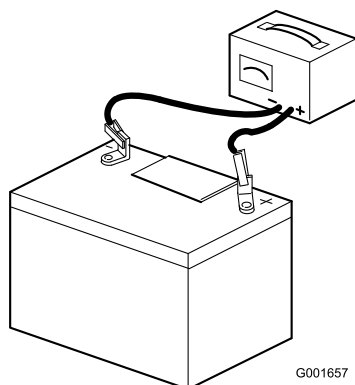

Figure 39
2. Raccordez un chargeur de 3 à 4 A aux bornes de la batterie (Figure 39). Chargez la batterie au régime de 3 à 4 ampères durant 4 à 8 heures.